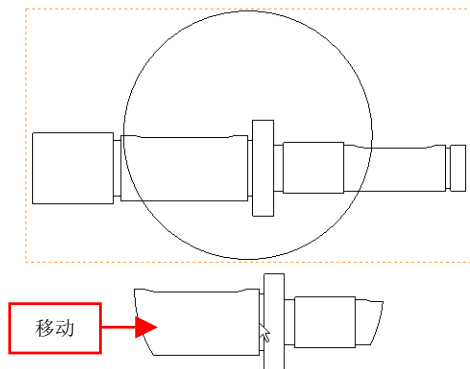

图 11-28 向下移动鼠标
(5) 弹出【局部视图】属性管理器，设置【比例】为 10:1，向下移动鼠标，如图 11-28 所示。